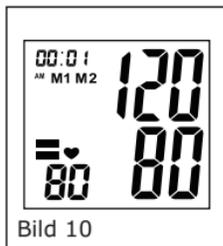

Bild 10
- Die Luft in der Manschette wird schnell abgelassen und die Messwerte für den Blutdruck und den Puls werden auf dem Bildschirm angezeigt. Anschließend blinkt das Symbol „M1 M2“, um den Nutzer daran zu erinnern, die Messwerte, wie in Bild 10 gezeigt, zu speichern.
- Drücken Sie die Taste „M1“ oder „M2“, um die Werte auf dem entsprechenden Speicher zu sichern. Darüber hinaus wird die Messzeit auf dem Bildschirm abwechselnd angezeigt (siehe Abb.10). Drückt der Nutzer die „M1“ oder „M2“-Taste nicht, werden die Werte nicht gespeichert.